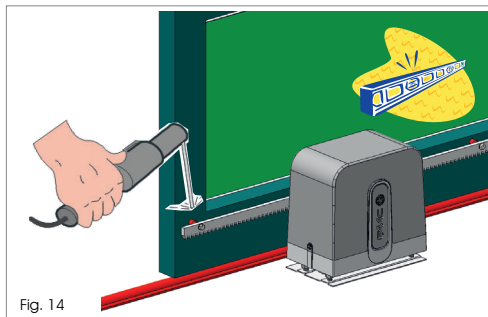

Fig. 14
3. Placera den första biten kuggstång mot kugghjulet och svetsa fast den gängade spärrhaken till grinden enligt anvisningarna i Fig. 14.